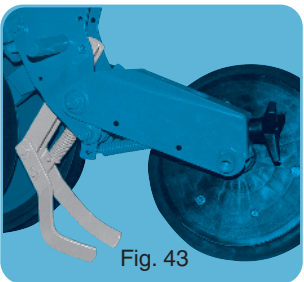

Fig. 43
- Raclettes flexibles (fig. 43).
- Flexible scrapers (fig. 43).